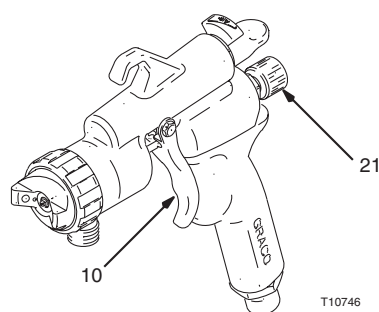

Рис. 2
- 1 Для получения максимального расхода жидкости поверните регулятор (21) против часовой стрелки так, чтобы курковый выключатель (10) двигался свободно. Рис. 2.